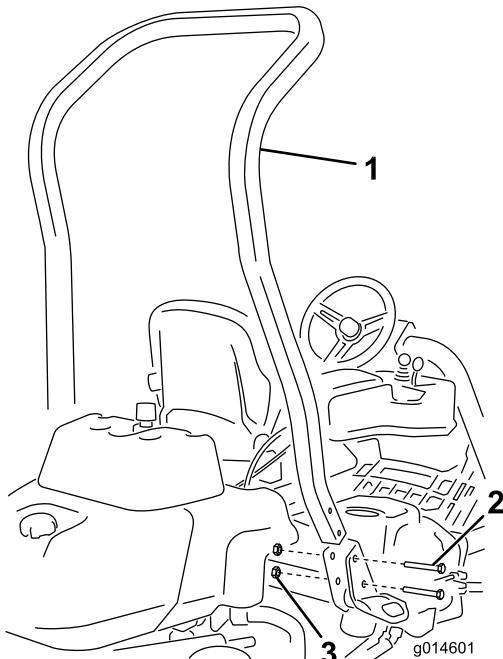

Рисунок 3
- Установите дугу защиты при опрокидывании в гнезда на каждой стороне машины, используя 4 болта на 1/2 x 3-3/4 дюйма и 4 гайки с буртиком (1/2 дюйма) (Рисунок 3).